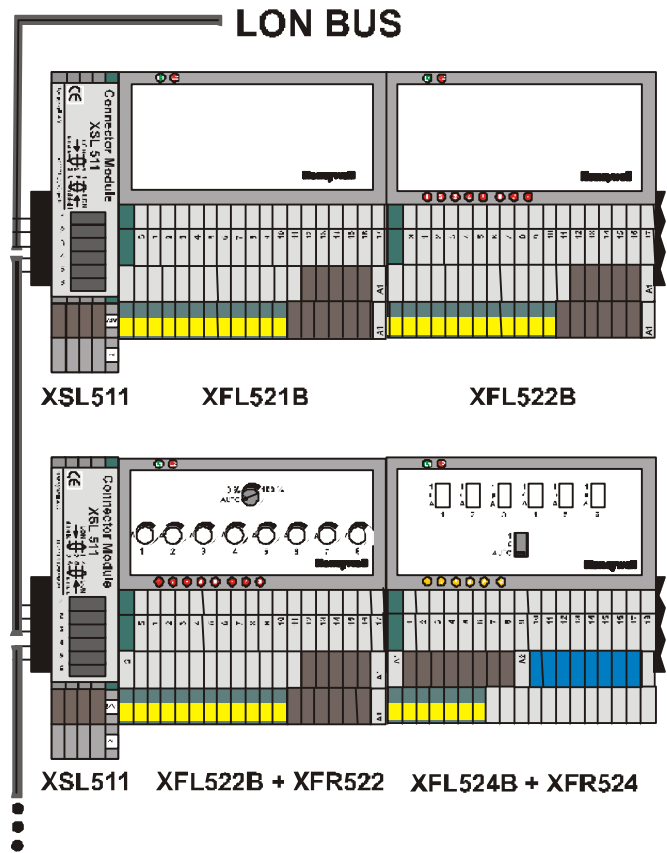

Рис. 9. Клеммные блоки с разъемом шины LonWorks.
5. Нажатием переместите скользящий разъем шины влево, пока он не войдет в зацепление с соответствующим местом крепления на сетевой плате смежного модуля подключения (см. рис.9)